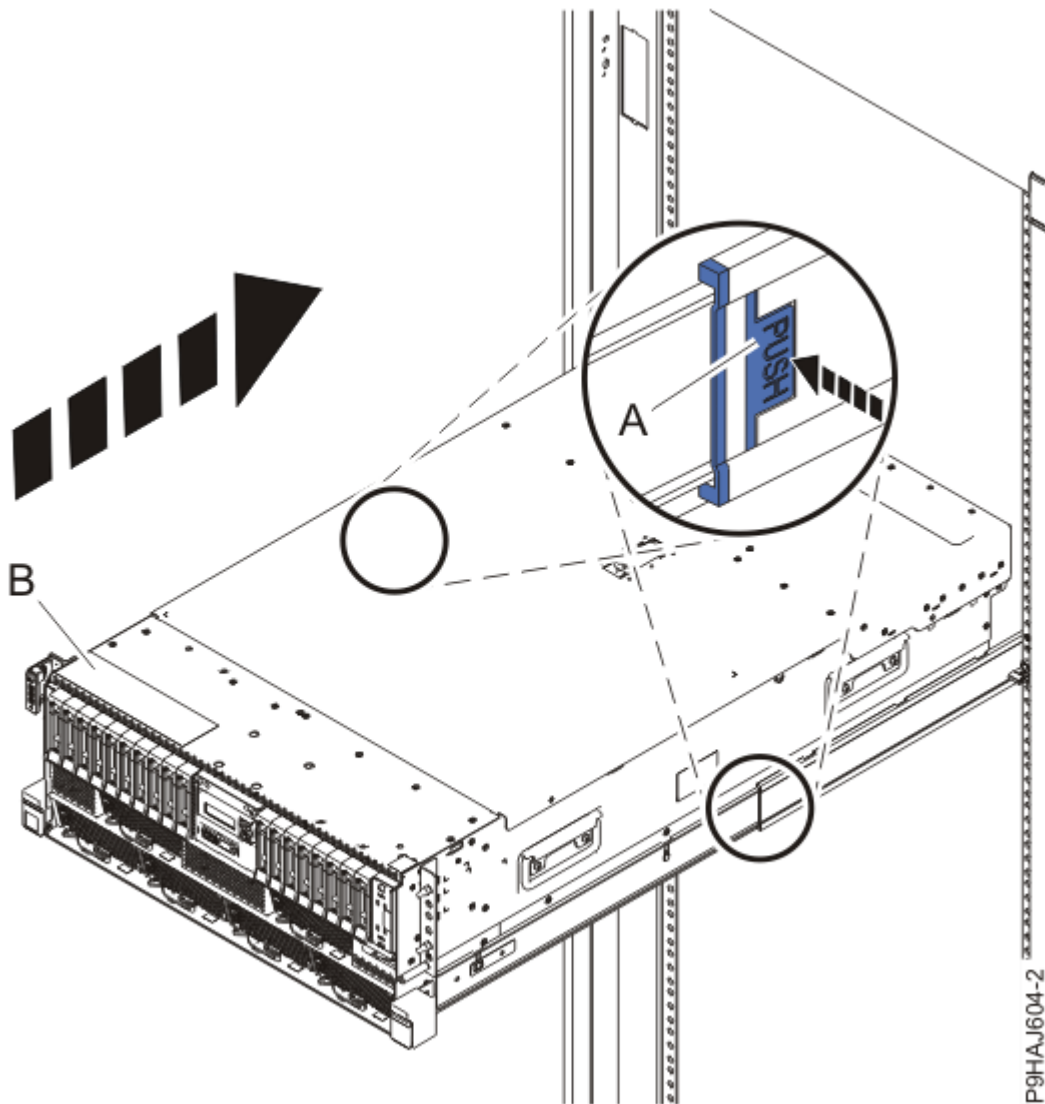

Abbildung 40. System in die Betriebsposition bringen
3. Entsperren Sie bei einem Einschubsystem die blauen Schienensicherungsverriegelungen **(A)**, indem Sie sie nach innen drücken (siehe Abbildung 40 auf Seite 58).